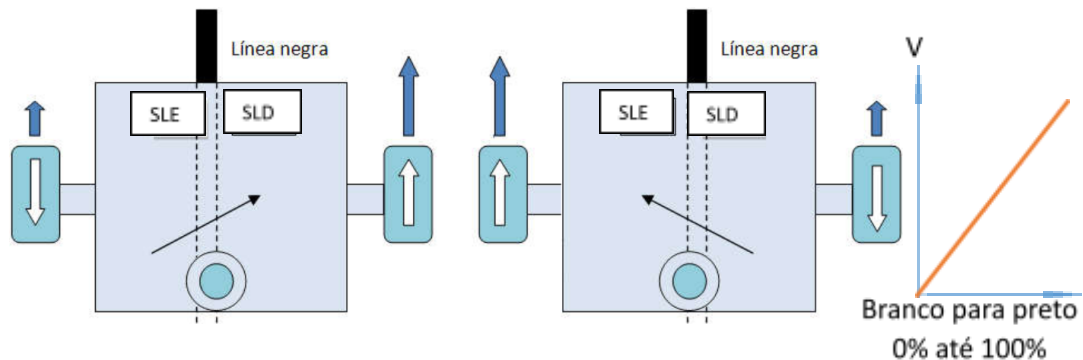

Figura 2. Ação de controle para seguir a linha.
O processo de seguimento de linha é apresentado na Figura 2. Dependendo de qual sensor está na linha, uma ação de controle tem que ser tomada para o robô não fugir da linha. Várias estratégias podem ser adotadas: a mais simples é usar controle on/off, onde a entrada dos sensores pode ser configurada como GPIO, mas o sensor tem que dar um sinal digital, por exemplo, fora da linha 0 e dentro da linha 1 (**essa configuração não será usada no projeto, mas é sugerida para os primeiros testes**). Uma segunda alternativa é usar o controle proporcional (P), onde
Na Figura 2 é apresentada a resposta de controle dependendo de qual sensor de linha está sobre a linha. No lado direito é representada uma relação linear de tensão e transição de branco para preto. Com o valor da inclinação é possível aplicar o controlador proporcional, ou seja, se os sensores SLE e SLD estão sob superfície branca, o robô pode avançar com máxima velocidade. Dependendo da proporção do sensor sob a linha preta, a velocidade tem que ir diminuindo.